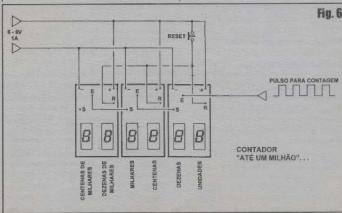

Fig. 6
- FIG. 6 - USANDO E ENFILEIRANDO O CODUDA... - Uma vez alimentado o circuito, bastará aplicar os pulsos (nos parâmetros já citados, convencionais para arranjos digitais C.MOS...) à entrada E e ver os dígitos numéricos incrementando, de "00" a "99" (ao fim do que retornam automaticamente a "00"...). A qualquer momento o *display* (contagem) pode ser *zerado* por uma breve *positivação* (ligar ao +6 ou +9 volts...) da entrada de reset (R). No acesso de saída (S) são obtidos os pulsos de *vai um* para acionamento de eventuais próximos módulos CODUDA... Falando em *próximos módulos*, o diagrama enfatiza um exemplo clássico, com o